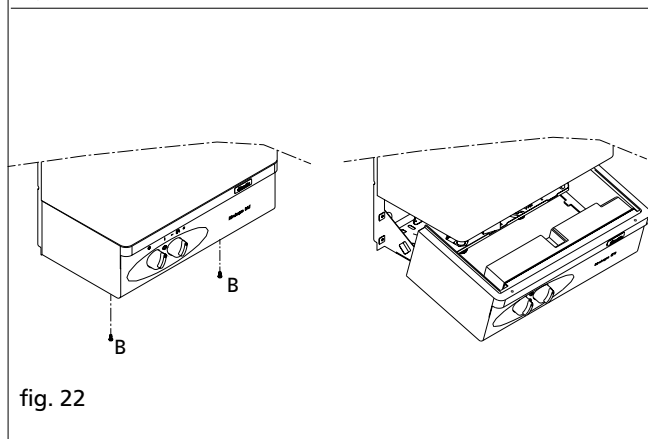

fig. 22
- togliere le viti B (fig.22)
- far scorrere il cruscotto verso l'esterno e farlo ruotare fino alla posizione di fermo (fig.22)